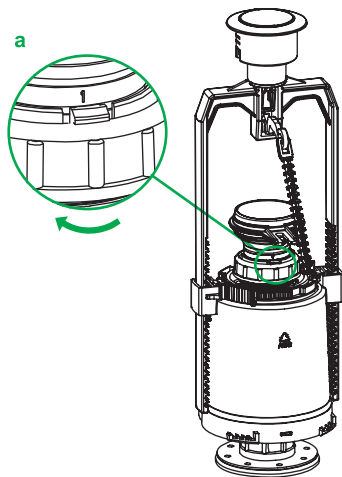
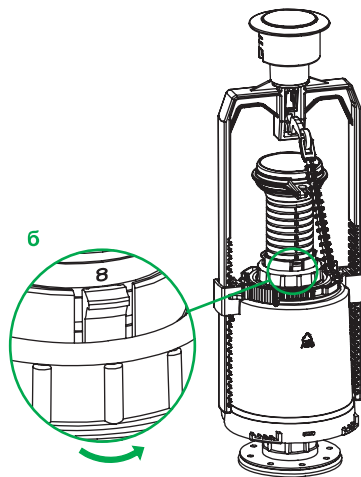

Рис. 11 / 11-сур.
Рис. 12 / 12-сур.
5. По часовой стрелке открутите гайку трубки перелива (рис. 11а) и установите необходимый уровень перелива (рис. 12). **Верхний край трубки перелива должен быть на 2–4 см выше уровня воды.** Зафиксируйте это положение поворотом гайки против часовой стрелки (рис. 12б).